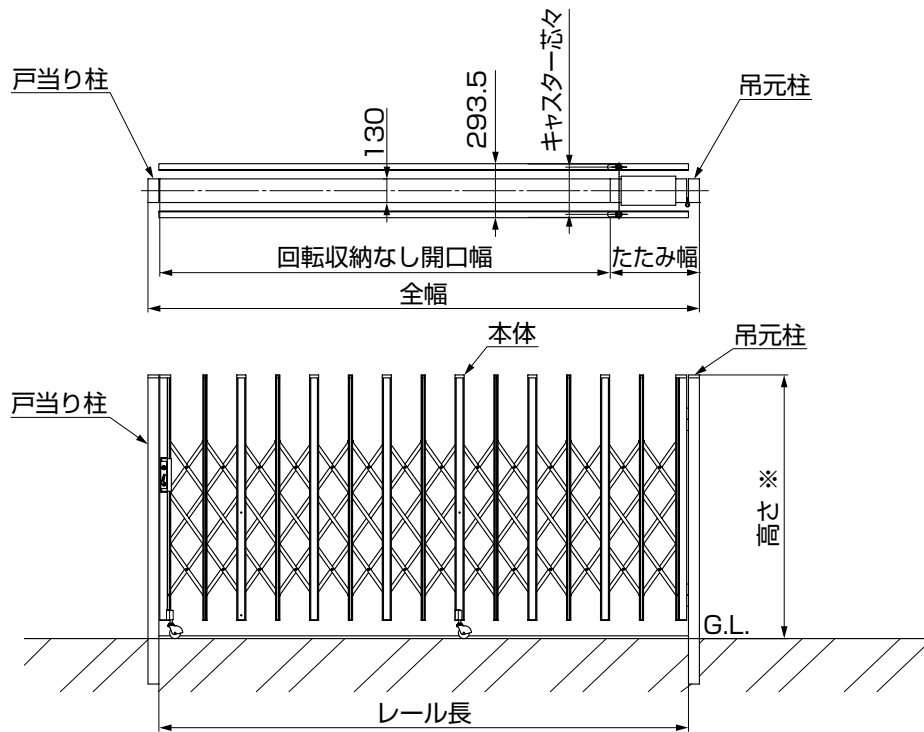
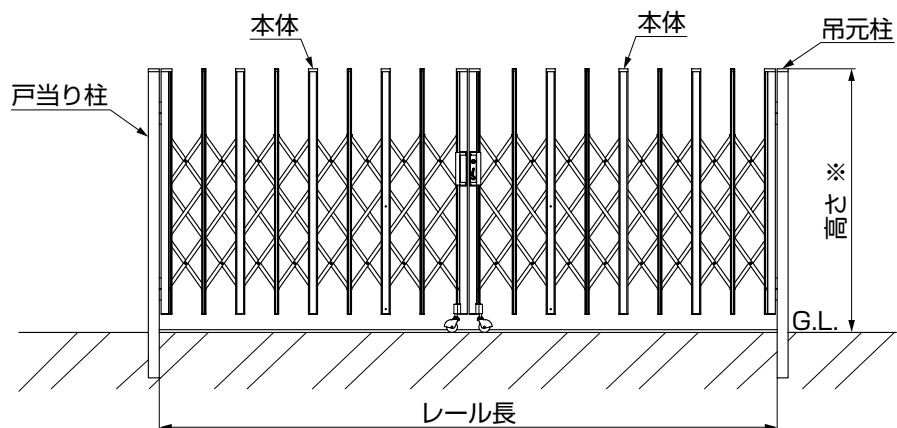
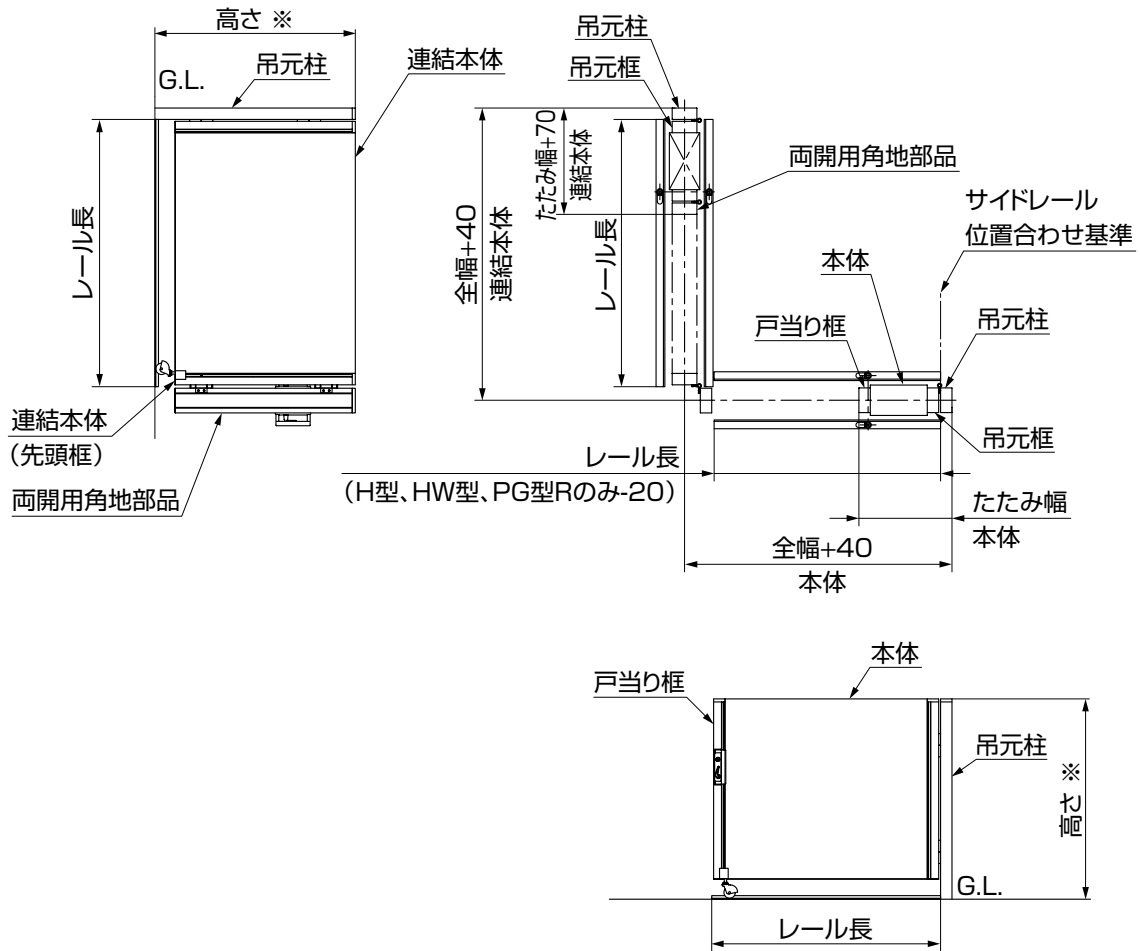

図10-5
図10-6
図10-7
- H型、HW型、PG型Rの場合は本体側のサイドレールを20mm短く設定してください。(図10-7参照)
- 吊元柱を基準にサイドレールの設置をしてください。(図10-7参照)
①表10-1を参照して、本体中心とレール中心を合わせてください。
②図10-5、図10-6、図10-7を参考にし、レールを施工してください。